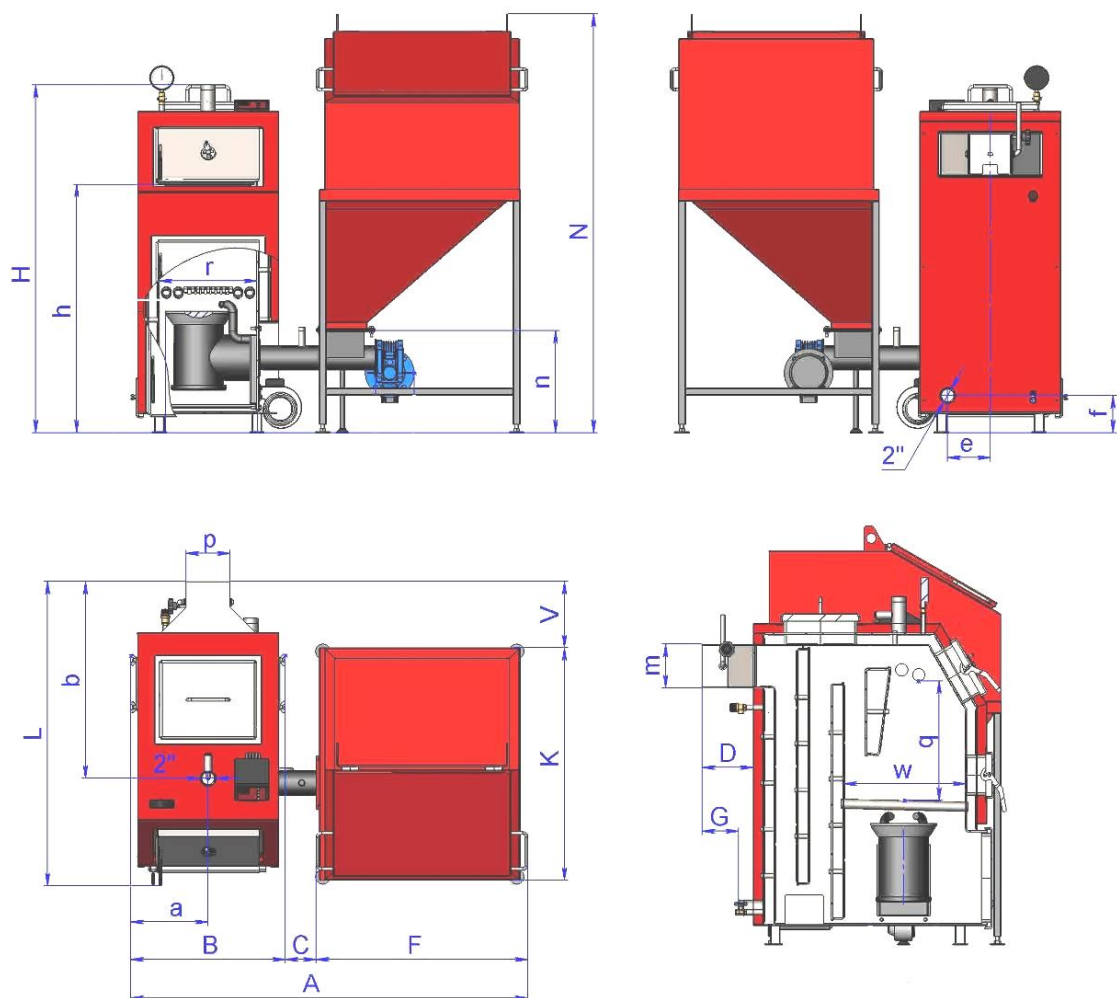

Рис.1 Габаритні та приєднувальні розміри котлів модельного ряду «Ретра-4М»
4.1. Котел моделі «Ретра-4М» (пелетний) з автоматичною системою подачі палива в зборі складається з таких основних одиниць (див. Рис.1): котел, пелетний пальник, бункер, система пожежогасіння, блок керування (мікропроцесор).